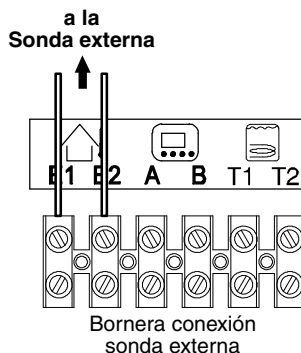

Fig. 5.30
- Conecte a los bornes (E1) y (E2) de la bornera los dos conductores eléctricos, como se indica en la Fig. 5.30.